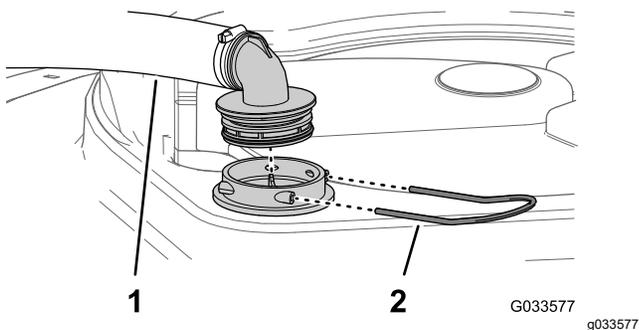

Рисунок 102
2. В верхней части бака опрыскивателя снимите держатель, который крепит шланговый штуцер, подсоединенный к большому шлангу, идущему от корпуса фильтра (Рисунок 102).
3. Отсоедините шланг и шланговый штуцер от корпуса фильтра (Рисунок 102).